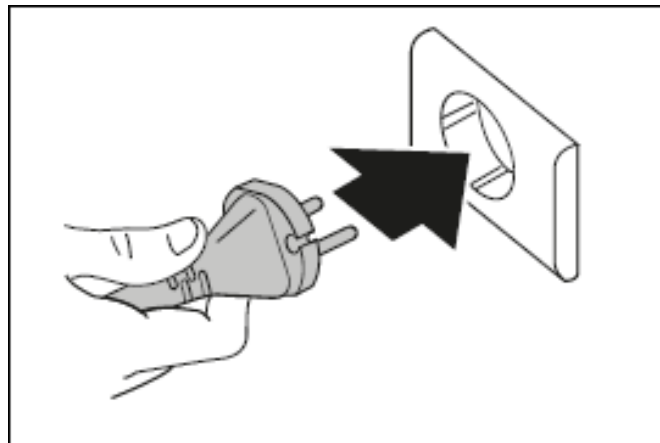
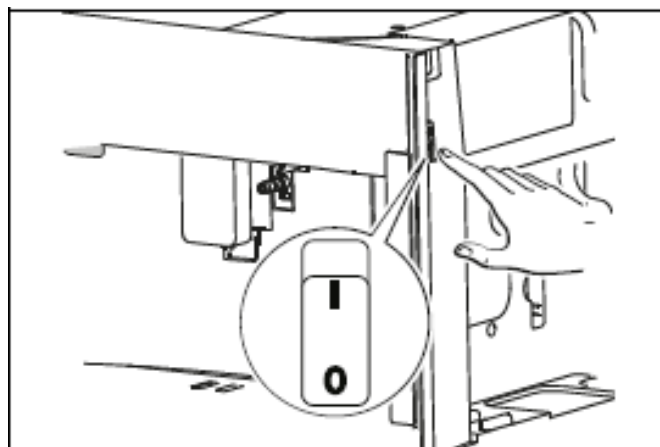

Рис. 15
Рис. 16
1) Подключите прибор к электросети (рис. 15) и убедитесь, что главный выключатель (A19) на боковой стороне прибора нажат (рис. 16).
Перед включением прибора убедитесь, что главный выключатель (A23) нажат (рис. 16). При каждом включении прибор выполняет автоматический цикл предварительного нагрева и ополаскивания, который нельзя прерывать. Прибор готов к использованию только после завершения этого цикла.
- 2) Отпустите главный выключатель (A23), расположенный на боковой стороне прибора (рис. 16).